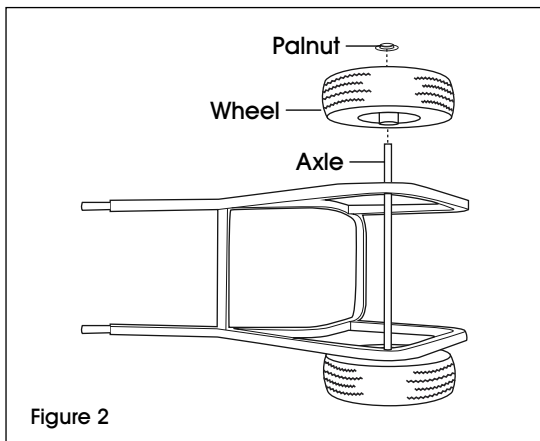

Figure 2
4. Place the hand truck on its side so the open end of the axle is facing up. (See Figure 2)
5. Slide the second wheel onto the axle. (See Figure 2)
6. Place a palnut over the end of the axle. Use a hammer to pound the palnut on the axle until it is secured. (See Figure 2)
4. Basculez le diable de maintenance sur le côté de sorte que l'extrémité ouverte de l'essieu soit orientée vers le haut. (Voir Figure 2)
5. Glissez la deuxième roue sur l'essieu. (Voir Figure 2)
6. Placez un écrou de blocage sur l'extrémité de l'essieu. Utilisez un marteau pour enfoncer l'écrou de blocage sur l'essieu jusqu'à ce qu'il soit bien fixé. (Voir Figure 2)